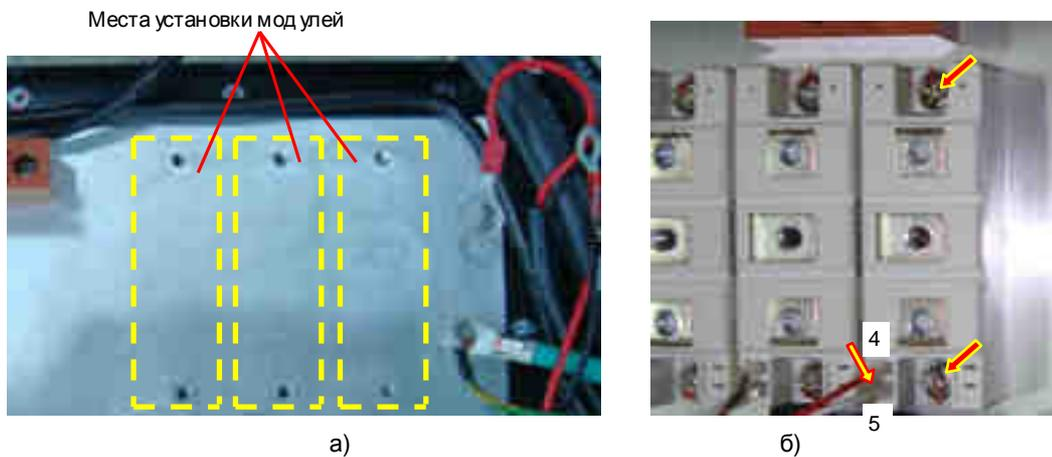

Рис. 7.6.
7.3.2. Протереть радиатор в месте установки модуля салфеткой, смоченной СБС (рис. 7.6а).
7.3.3. Установить диодно-тиристорный модуль на радиатор, совместив крепежные отверстия модуля с резьбовыми отверстиями радиатора, и слегка притереть. Вкрутить два винта крепления модуля к радиатору (рис. 7.6б, красные стрелки). Соединить провода управления с ножевыми контактами вводов 4, 5 диодно-тиристорного модуля (рис. 7.6б, желтая стрелка).